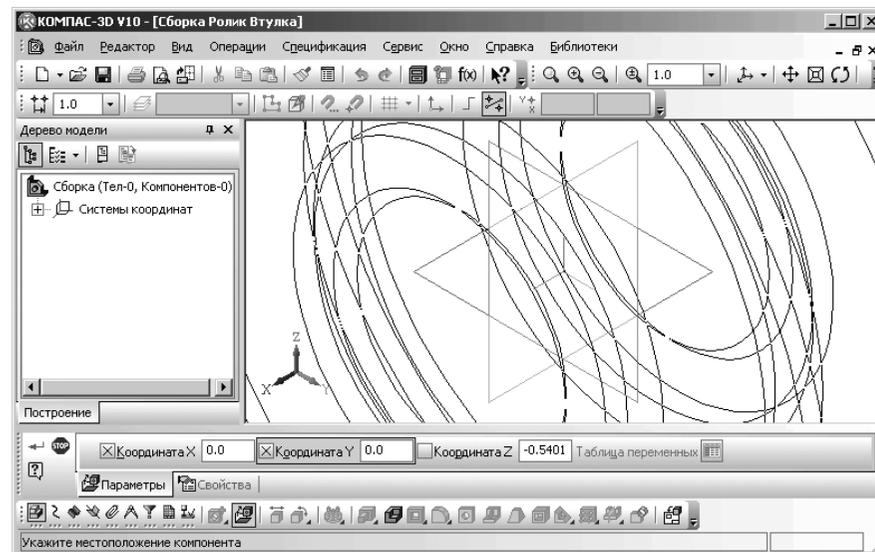

Рис. 6.32. Возможное состояние системы во время ввода компоненты **Ролик** из файла
- щелкните дважды в поле **Координата Y**, введите значение 0, а затем нажмите клавишу **Enter**. Возможное состояние системы показано на рис. 6.32;